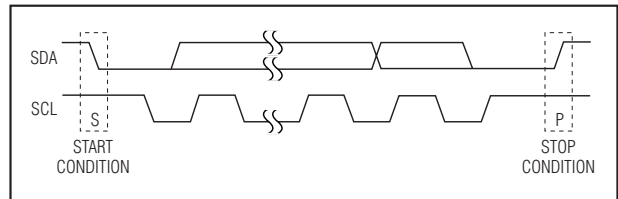

图2. START 和 STOP 条件
每次传输过程包括：主机发送一个开始 (START) 条件，接下来发送 MAX7321 的 7 位从地址和 R/W 位，或多个数据字节，最后发送停止 (STOP) 条件终止传输 (图 2)。
串行接口空闲时，SCL 和 SDA 均保持高电平。主机通过发出 START (S) 条件表明传输开始，START 条件是在 SCL 为高时、SDA 由高至低的跳变产生的。主机完成与从机的通信时，主机发出 STOP (P) 条件，STOP 条件是在 SCL 为高时、SDA 由低至高的跳变产生的。之后，释放总线，以进行下一次传输 (图 2)。